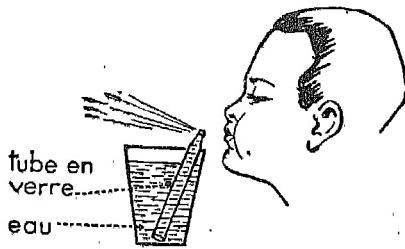

Fig. 5. — Principe du gicleur. De fines gouttelettes d'eau gicent par l'extrémité rétrécie du tube lorsque la garçon souffle fortement ; faites l'expérience.
1^o **Le carburateur** : il prépare le mélange explosif d'air et de vapeur d'essence qui constitue les gaz frais aspirés dans le cylindre pendant le premier temps de chaque cycle (fig. 5 et 6).
1. Nous verrons (page 518, fig. 5) que le bloc moteur d'une voiture automobile comporte outre le moteur deux autres organes (embrayage et boîte de vitesses).